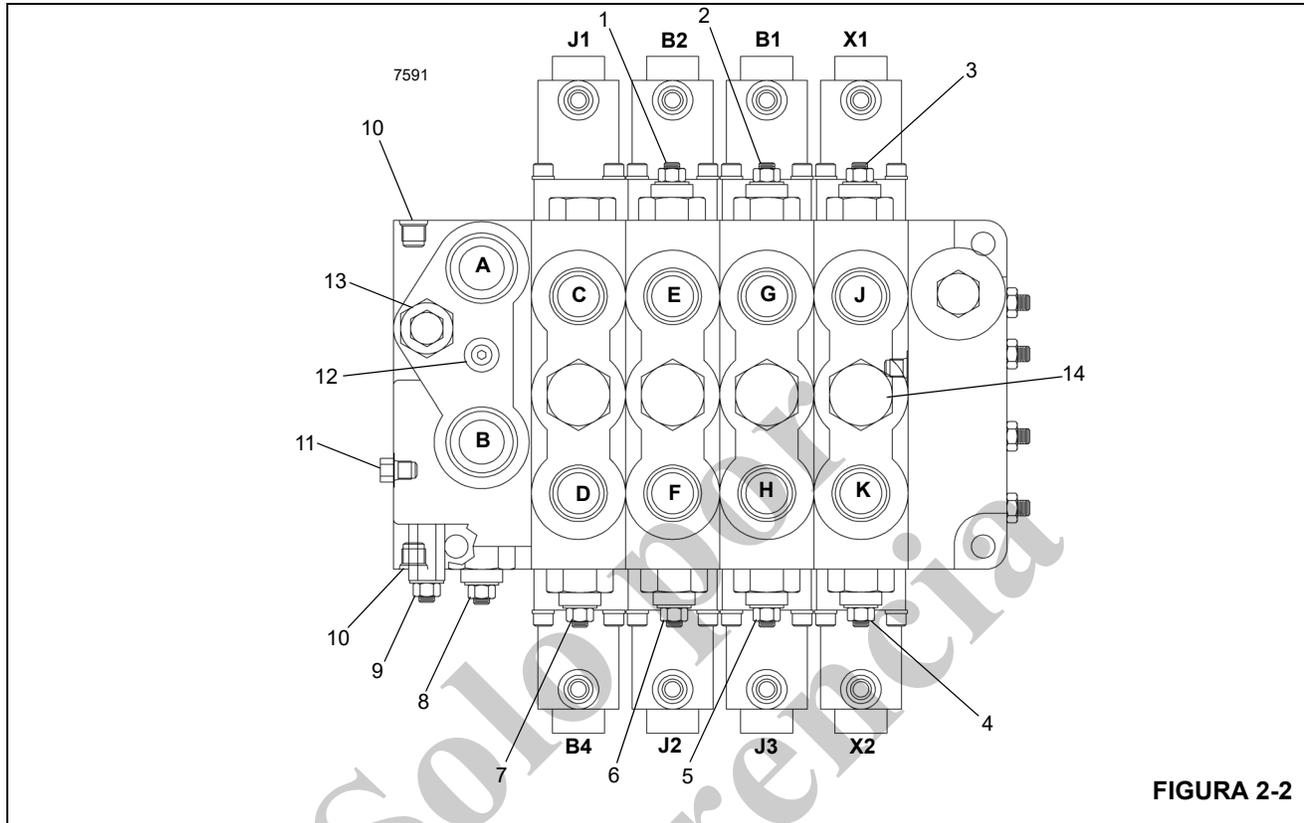
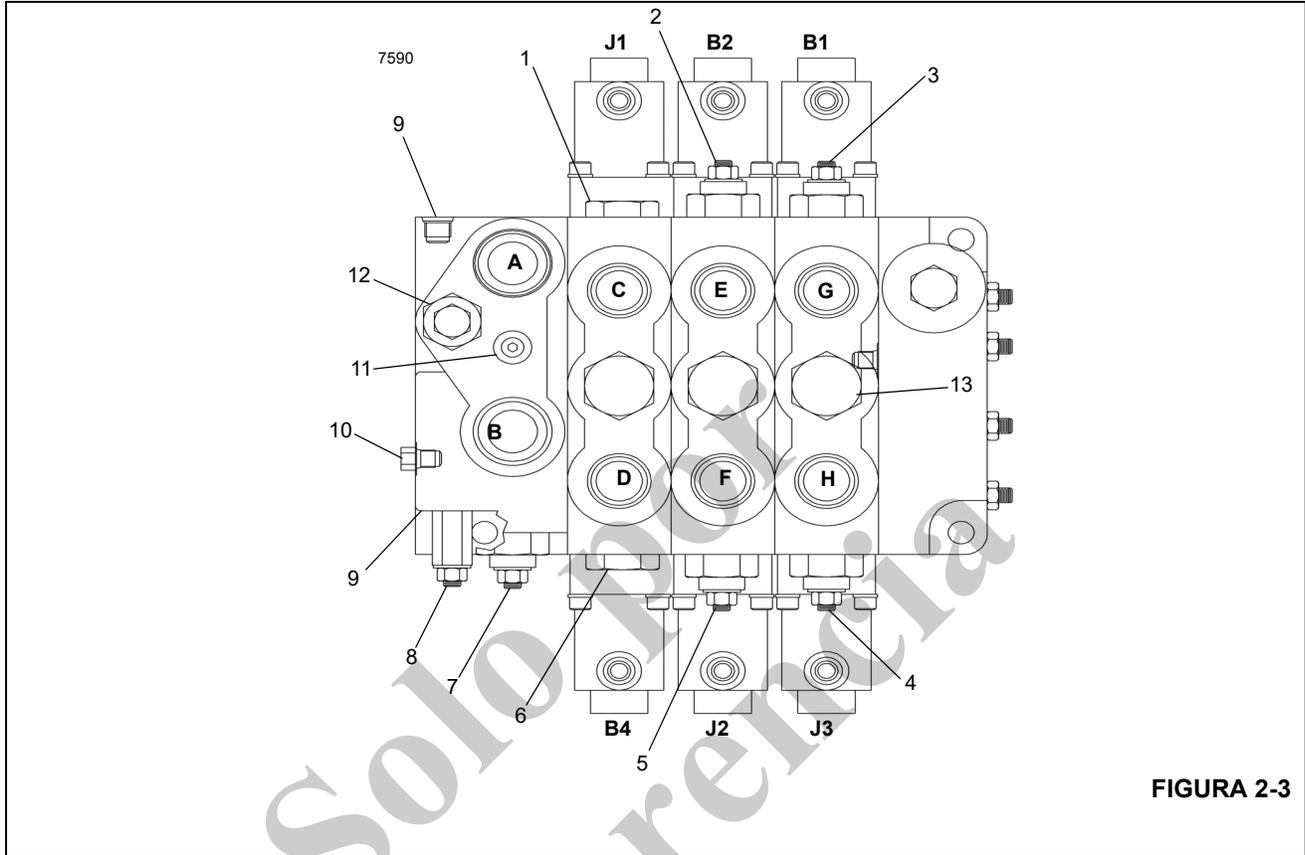

FIGURA 2-2
FIGURA 2-3
4. Trate de mover el malacate en sentido de elevar o de bajar. Ajuste las válvulas de alivio en la válvula de control principal (Figura 2-2 y Figura 2-3) a 26 200 ±689 kPa (4300 ±100 psi).
3. Ajuste la válvula de alivio de bajada de la pluma en la válvula de control principal (Figura 2-2 y Figura 2-3) a 6894 ±689 kPa (1000 ±100 psi).
5. Ajuste la válvula de alivio de elevación de la pluma en la válvula de control principal (Figura 2-2 y Figura 2-3) a 24 821 ±689 kPa (3600 ±100 psi).
4. Ajuste la válvula de alivio de extensión telescópica en la válvula de control principal (Figura 2-2 y Figura 2-3) a 19 994.8 ±689 kPa (2900 ±100 psi).
6. Ajuste la válvula de alivio de retracción telescópica en la válvula de control principal (Figura 2-2 y Figura 2-3) a 15 513 ±689 kPa (2250 ±100 psi).